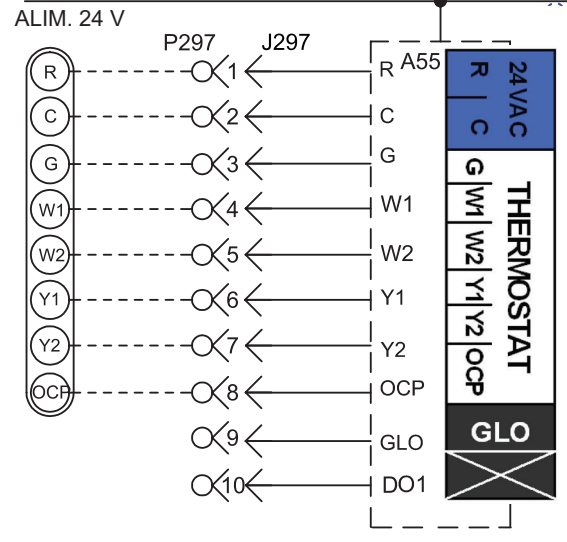
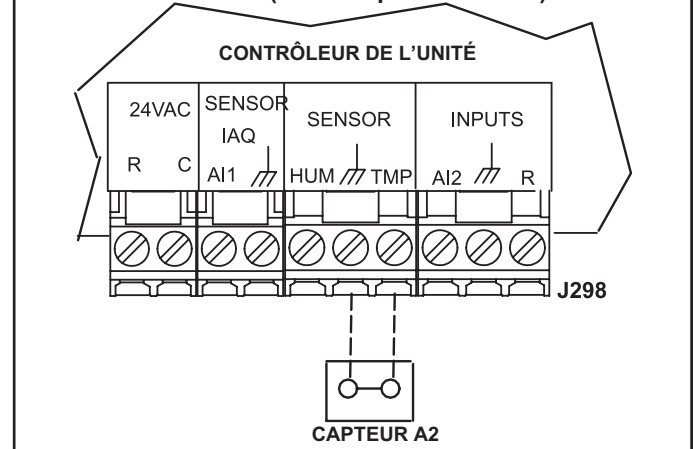
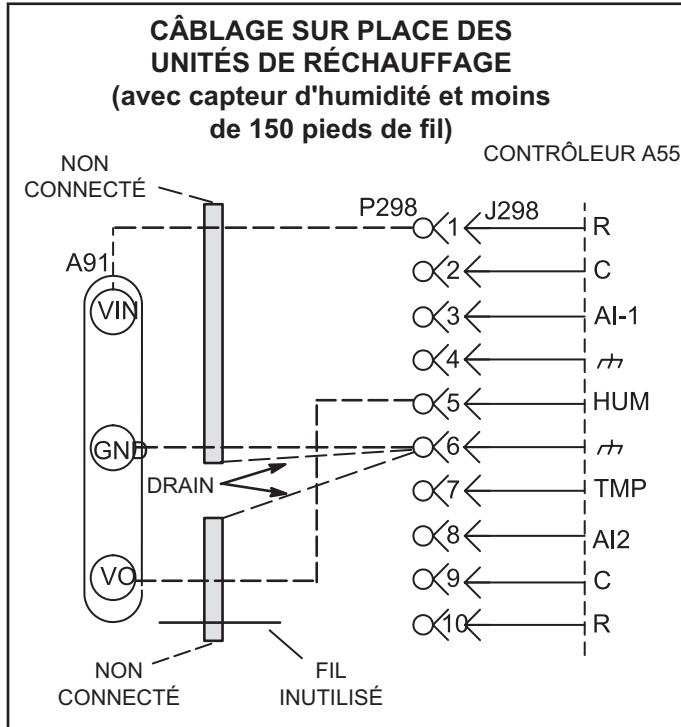

FIGURE 8
FIGURE 9
FIGURE 10
fournies avec le thermostat. Voir FIGURE 8 pour le câblage sur place et se référer aux schémas de câblage sur l'unité.
Le contrôleur de l'unité fera fonctionner le chauffage et la climatisation en fonction des points de consigne internes du contrôleur de l'unité et de la température du capteur de zone A2. Un panneau de contrôle réseau (NCP) optionnel peut également être utilisé pour fournir les points de consigne. Un thermostat ou un capteur de reprise d'air peut être utilisé comme mode de secours. Effectuer les connexions de câblage du capteur de zone comme indiqué à la FIGURE 9.
- 2- Effectuer les connexions électriques comme indiqué à la FIGURE 8 pour le mode thermostat et à la FIGURE 9 pour le mode capteur de zone. En outre, connecter un capteur d'humidité ou une entrée de déshumidification. Se reporter à la FIGURE 10 ou FIGURE 11 pour le câblage du capteur d'humidité ou à la FIGURE 12 pour le câblage de l'entrée de déshumidification.
Utiliser deux câbles blindés séparés contenant des paires torsadées de 20 AWG minimum avec un blindage global. Belden type 8762 ou 88760 (plénium) ou équivalent. Connecter les deux fils de drainage du blindage du câble sur TB1-7 comme indiqué à la FIGURE 10.
Utiliser deux câbles blindés séparés contenant des paires torsadées de 18 AWG minimum avec un blindage global. Belden type 8760 ou 88760 (plénium) ou équivalent. Connecter les deux fils de drainage du blindage du câble sur TB1-7 comme indiqué à la FIGURE 10.